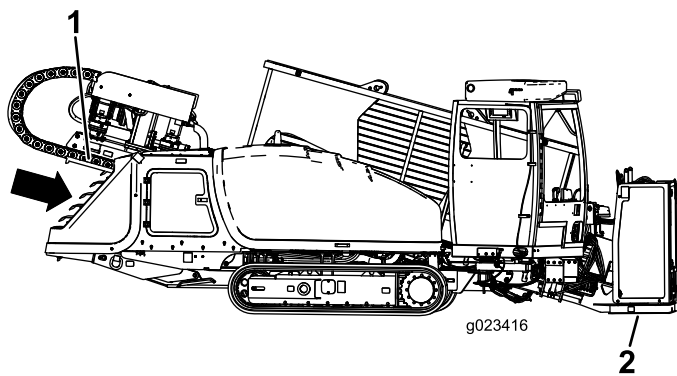

Bild 42
- Senken Sie den Schubrahmen ab und kippen Sie den Bohrrahmen, bis die Platte den Boden berührt (Bild 42).